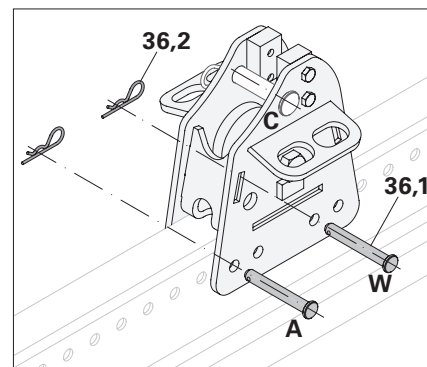

Fig. A10.01
- Allentare gli inserti a molla (36.2) e i bulloni (36.1) sull'elemento di sostegno URS (36) – 2x per estensione. (Fig. A10.01)